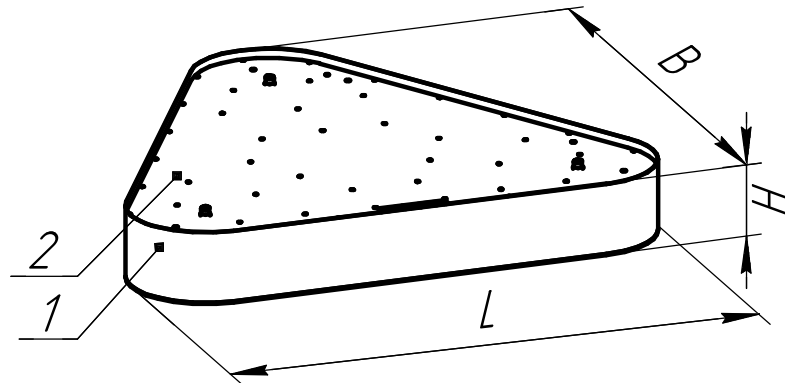

Рисунок 1 - Светильник серии ДСО33 Horizon Trio
5.7 Снимите защитную пленку с корпуса и рассеивателя поз.1 (рисунок 1)